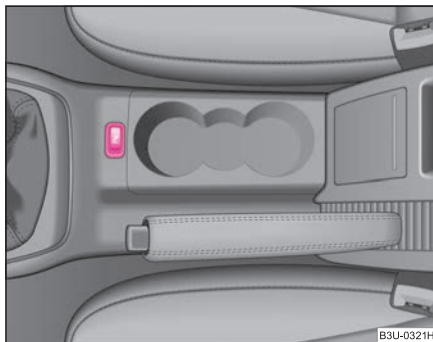

Fig. 120 Activarea sistemului de asistare la parcare
Sistemul de asistare la parcare se activează, când contactul motor este pus, la selectarea **treptei de marșarier** sau la apăsarea tastei ⇒ fig. 120 - în tastă se aprinde simbolul P^u. Activarea va fi confirmată prin emiterea unui ton scurt.
Sistemul de asistare la parcare se dezactivează prin apăsarea tastei P^u ⇒ fig. 120 sau la viteze peste 15 km/h - simbolul P^u din tastă se stinge.
- Dacă după activarea sistemului se emite cca. 3 secunde un semnal sonor, iar în jurul autovehiculului nu se găsește nici un obstacol, înseamnă că există o defecțiune în sistem. Defecțiunea este semnalizată și prin clipirea simbolului **P** din tasta ⇒ pagina 127, fig. 120. Defectul trebuie remediat de către o unitate autorizată.